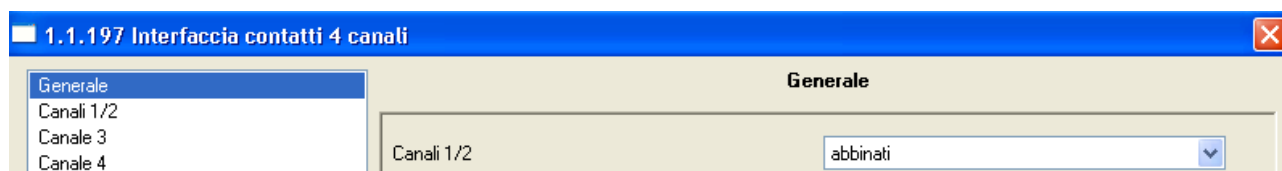

Fig. 1: Finestra di configurazione parametri **Interfaccia contatti (2) – Canali 1/2**
1.4.1 Interfaccia contatti 4 canali System (2)
I canali 1 e 2 dell'interfaccia contatti 4 canali System (2), sono connessi al pulsante doppio P1 e si abilitano come **“Abbinati”** con funzione **“controllo tapparelle”**, come visualizzato nelle figure 1 e 2.